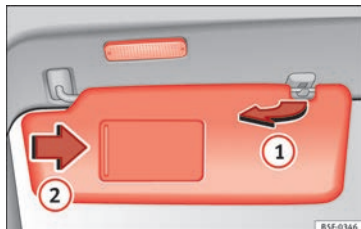

Fig. 145 Pare-soleil.
- Le pare-soleil peut être retiré du support et rabattu contre la porte » **fig. 145 ①**.